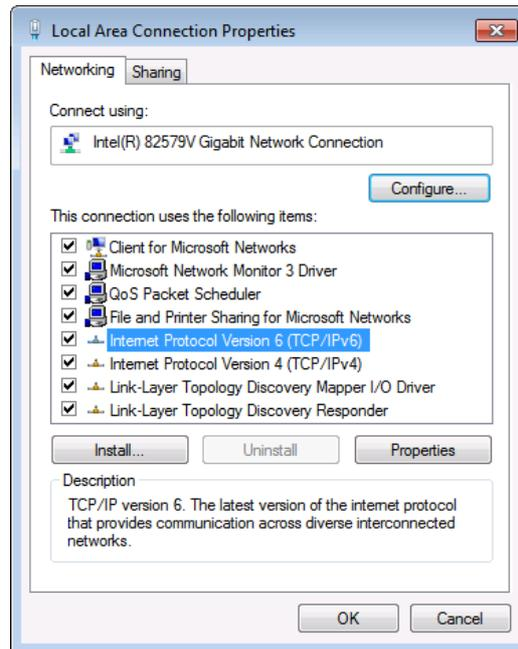

図3：ローカルエリア接続のプロパティウィンドウ
3. デバイスへの接続に使用するネットワークアダプターを強調表示し、[この接続の設定を変更する] をクリックします。選択したネットワークアダプターの[ローカルエリア接続のプロパティ] ウィンドウが図3 のように表示されます。